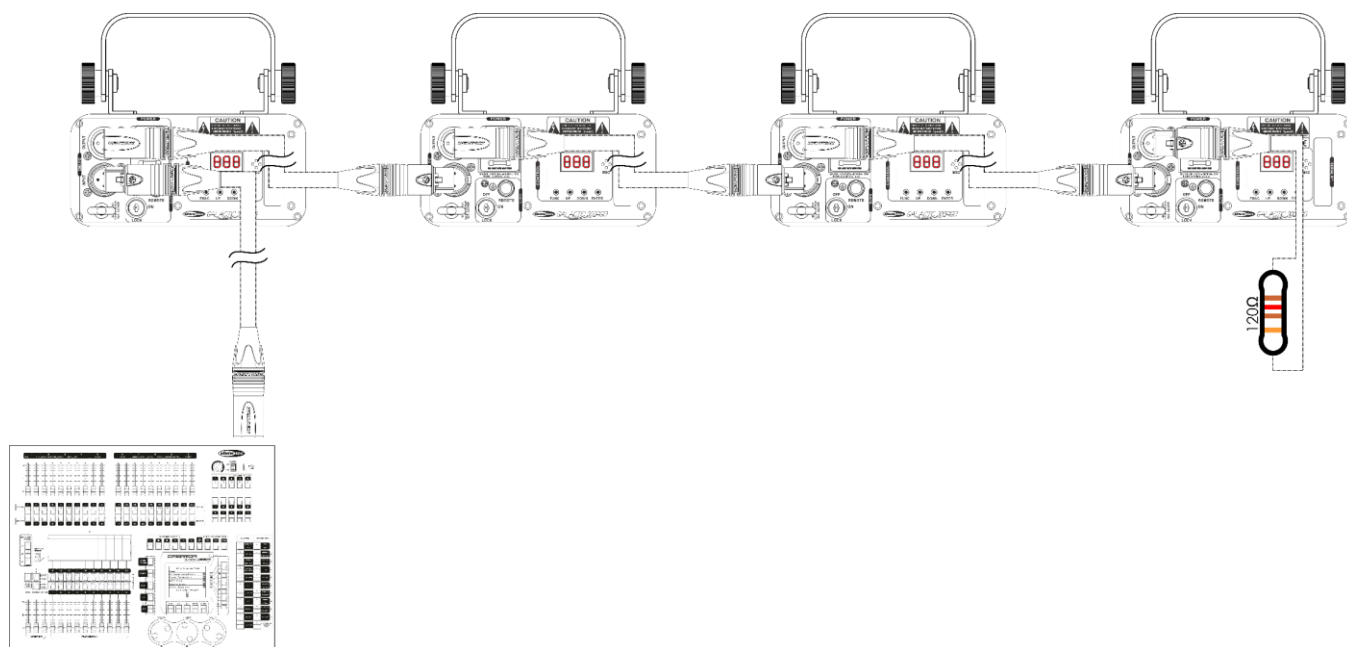

Fig. 04
- 05) Conecte las unidades entre ellas como se muestra en la Fig. 04. Para ello conecte un cable de señal DMX que vaya desde el conector DMX OUTPUT (salida) de la primera unidad hasta el conector DMX INPUT (entrada) de la segunda unidad. Repita este proceso para conectar las unidades segunda, tercera y cuarta entre ellas.